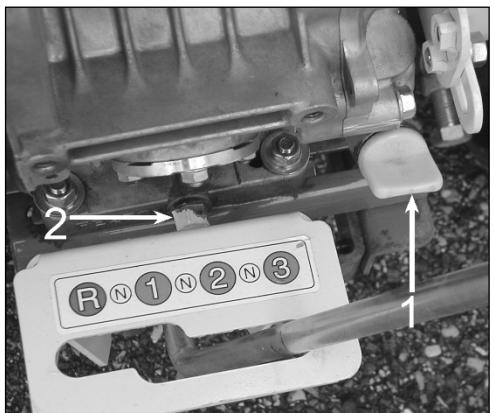

Figure 11
- Reportez-vous au manuel du moteur. Avec le moteur froid ou arrêté depuis au moins 10 minutes sur une surface plate et de niveau. Vérifiez le niveau avec le bouchon du filtre à huile (1,Figure 11). Dévissez le bouchon, l'essuyer et installer sans la visser. Vérifier le niveau qui doit être entre les deux marques.
Retirer le bouchon de vidange d'huile (2,Figure 11) en cas de changement d'huile.